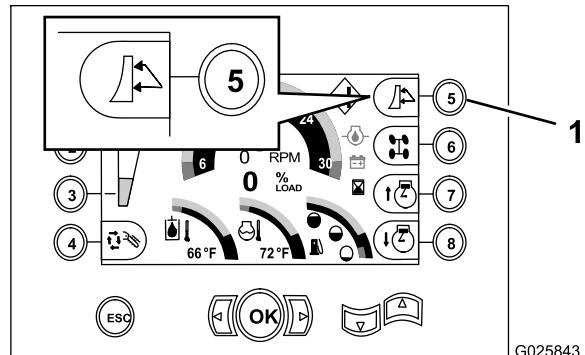

Figura 54
1. Acione a função da lâmina de reaterro pressionando o botão 5 na central de comando até aparecer o ícone da lâmina de reaterro (Figura 54).